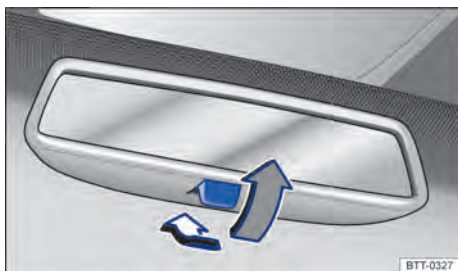

Fig. 94 No para-brisa: espelho retrovisor interno com antiofuscante manual.
- Para evitar o ofuscamento, puxar a alavanca para trás ⇒ Fig. 94.